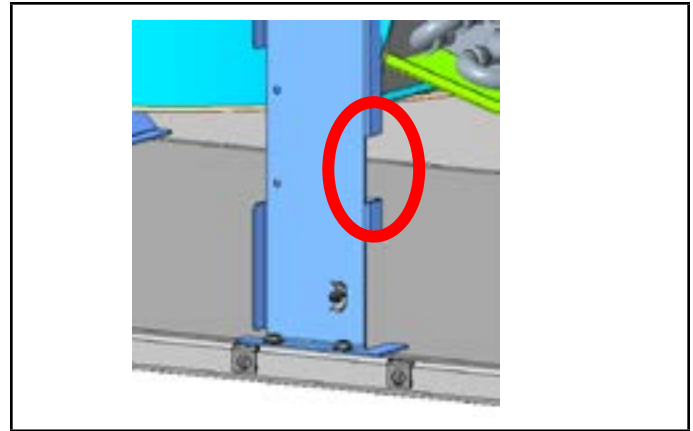
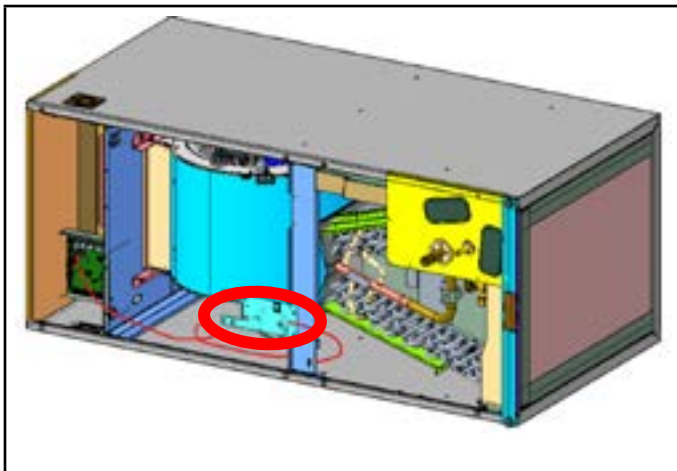

FIGURA 11
FIGURA 10
- 4 - Asegúrese de que el cable del sensor se dirija hacia el lado derecho, visto desde el frente de la unidad. El cable debe dirigirse por la abertura ranurada en el soporte central. Consulte la FIGURA 10 y la FIGURA 11.